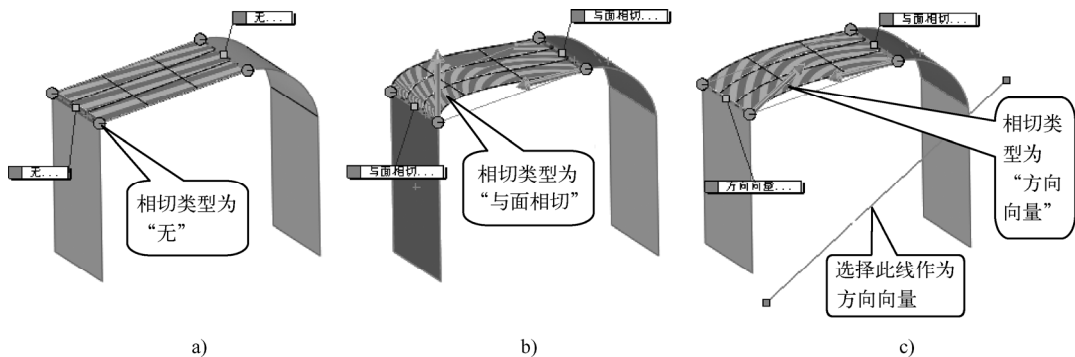

图 5-34 不同相切类型所生成的曲面
- “相切类型”下拉列表: 用于设置所生成的边界曲面在某个边界处与边界面的相切类型, 如可设置为“无”“方向向量”和“与面相切”等, 其设置效果如图 5-34 所示。